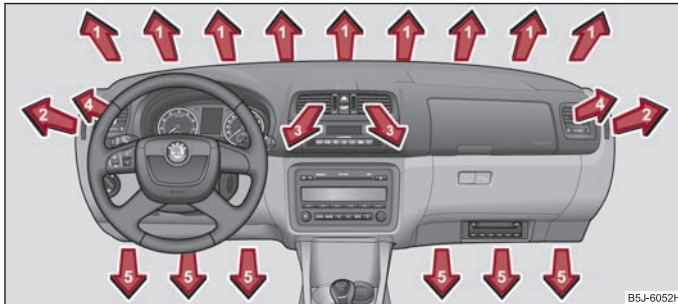

Abb. 86 Luftaustrittsdüsen
- Luftaustrittsdüsen **4** ⇒ Seite 78, Abb. 86.
- Wir empfehlen Ihnen die Luftaustrittsdüsen **3** ⇒ Seite 78, Abb. 86 in geöffneter Stellung zu belassen. ■
- Luftaustrittsdüsen 4 ⇒ Seite 78, Abb. 86.
- Wir empfehlen Ihnen die Luftaustrittsdüsen 3 ⇒ Seite 78, Abb. 86 in geöffneter Stellung zu belassen. ■